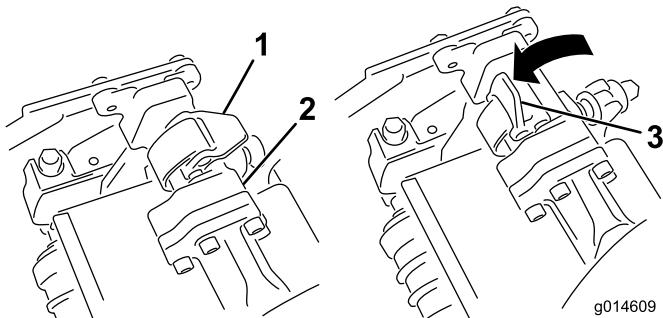

Bild 32
3. Die Riegel an der Aufhängarmstange müssen nach oben zeigen (d. h. offen) (Bild 32); drücken Sie den Aufhängarm dann so nach unten, dass die Stange über die Stange an der Oberseite des Mähwerks passt (Bild 33).
4. Drücken Sie die Riegel nach unten und um die Mähwerkstange und arretieren sie (Bild 32).
4. Öffnen Sie die Riegel an der Aufhängarmstange des Mähwerks, das Sie entfernen möchten (Bild 32).